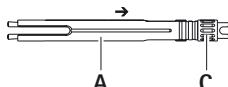

Рис. 2
- Внешнюю втулку **A** следует установить так, чтобы можно было максимально отводить ее назад в направлении зажимного винта **C**, см. Рис. 2.